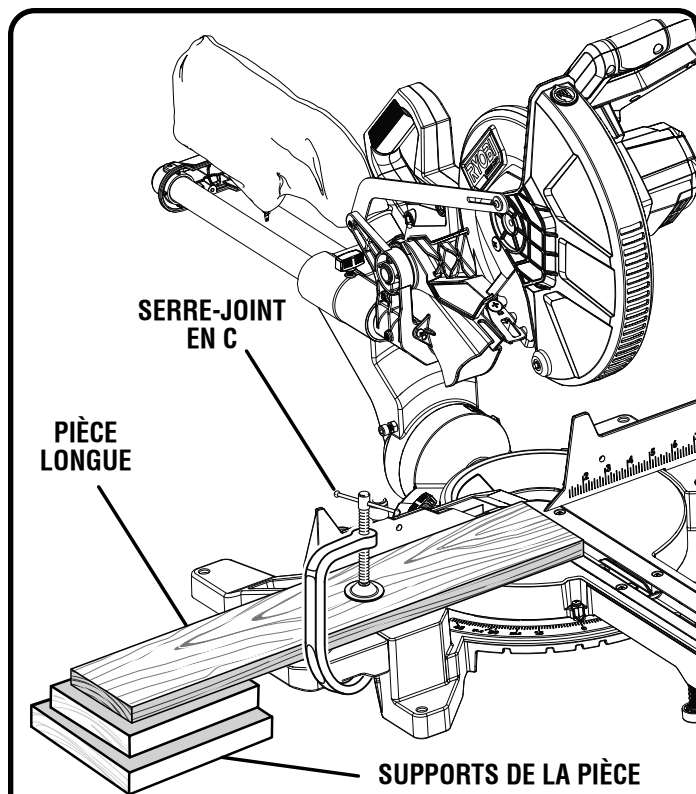

Fig. 35
- Lors de la coupe de planches ou de moulures longues, soutenir l'extrémité libre de la pièce avec un chevalet à rouleau ou un plan de travail se trouvant au même niveau que la scie. Voir la figure 35.
rouleau ou un plan de travail se trouvant au même niveau que la scie. Voir la figure 35.
- Lors de la coupe de longues pièces ou moulures, retenez l'extrémité opposée de la pièce avec un support à rouleau ou une surface de travail de niveau avec la table de la scie. Voir la figure 35.
Voir la figure 35.
- Lors de la coupe de planches ou de moulures longues, soutenir l'extrémité libre de la pièce avec un chevalet à roulement ou un plan de travail se trouvant au même niveau que la scie. Voir la figure 35.